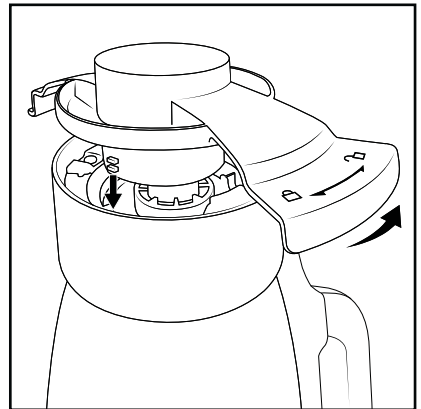

Fig. 4
- Fjern kniven **17** ved hjælp af låsen til låget **14**. Sæt låsen til låget **14** ind i fastlåsningerne på undersiden af kniven **17** og drej mod urets retning, indtil kniven **17** kan tages af (fig. 4).